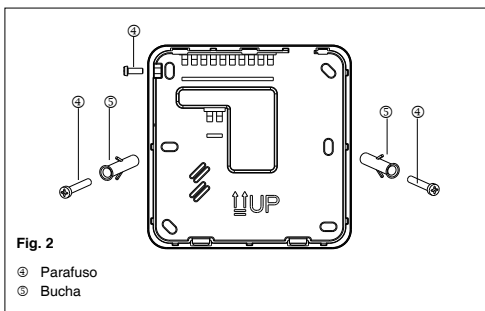

Fig. 2
- Retire o parafuso de bloqueio no lado superior esquerdo para separar a unidade do controlo (Fig. 2). Fixe a unidade na parede e marque os orifícios para perfuração.
- Fixe o comando de parede utilizando as buchas específicas ②.
- Feche de novo o comando com a sua tampa por meio do parafusoremovido anteriormente (Fig. 2).